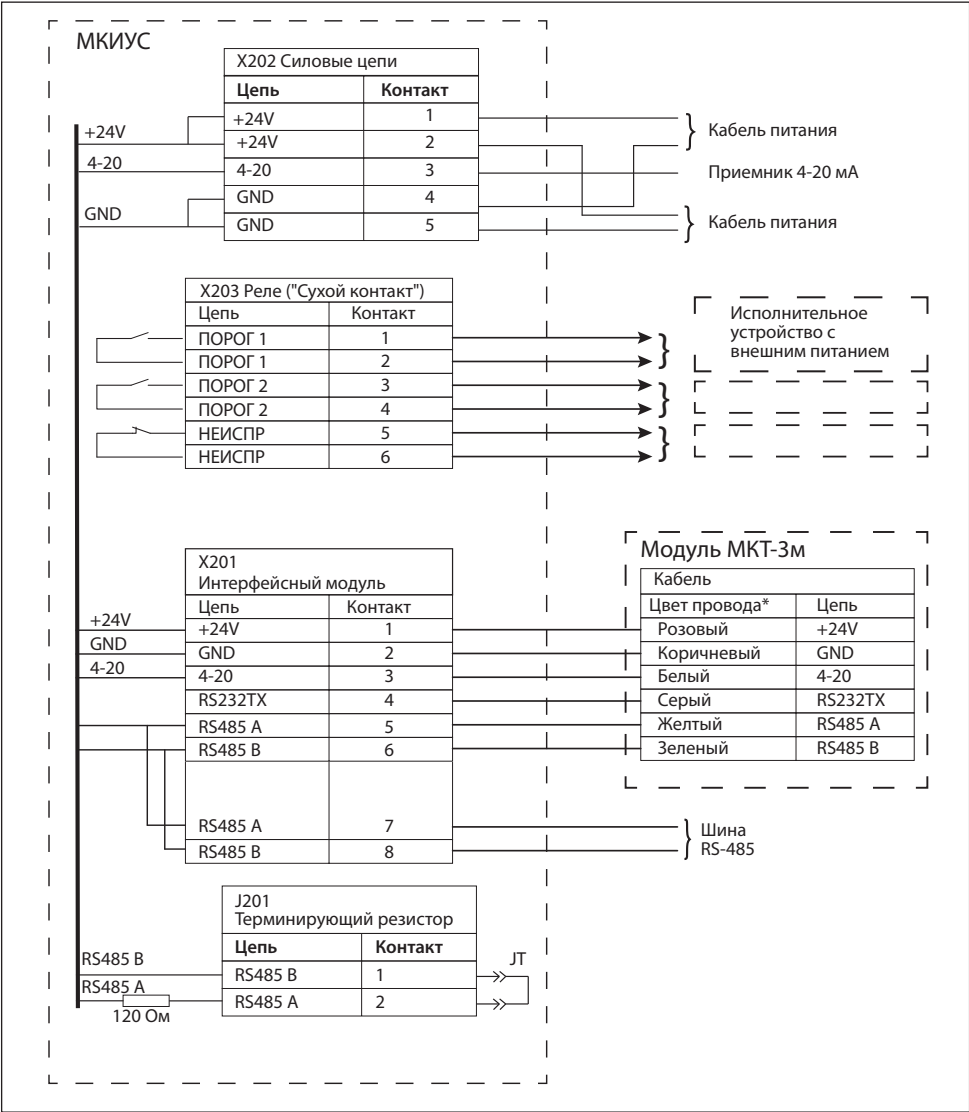

Рис.13. Схема подключения ГС "Сенсон-СВ-5021"-СМ. Цвет проводов может быть иным, см. маркировку на бирке на кабеле и в паспорте прибора
- введите кабель от интерфейсного модуля в корпус МКИУС, подключите к колодке согласно цветовой маркировке на кабеле и обозначениями на плате коммутационного модуля (на рис.13);